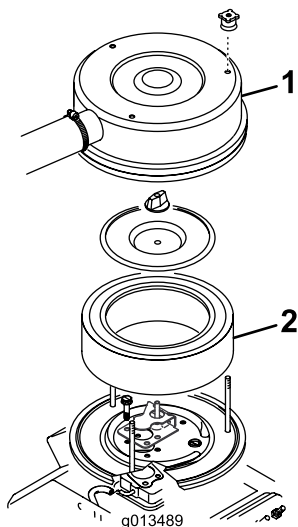

Figura 17
- Retire los pomos y la cubierta del limpiador de aire (Figura 17).